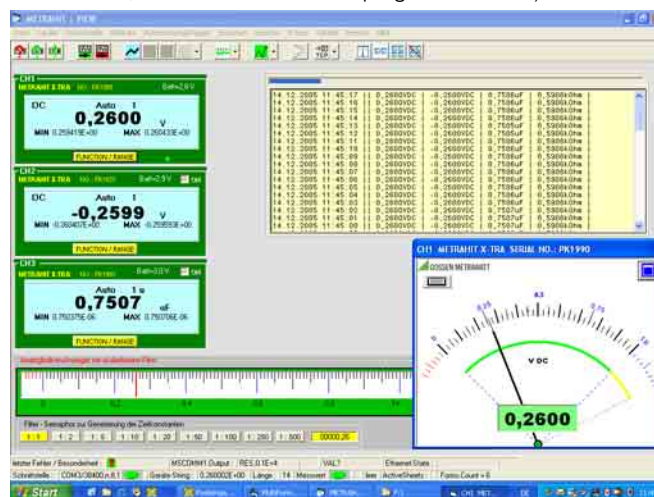

Figure 1: Représentation à 3 canaux avec tableau et vue du mécanisme de mesure
- Affichage de la valeur mesurée, de la variable à mesurer et de la plage de mesure comme valeurs décimales numériques (simulation d'une vue de l'appareil, cf. figure 1, moitié gauche).
- Représentation graduable des mécanismes de mesure (1, 2 ou 4 mécanismes en parallèle) (cf. figure 1, en bas à droite). Chaque mécanisme peut également être représenté sur l'écran tout entier. Edition graphique du mécanisme de mesure sur une imprimante.
- Représentation et enregistrement parallèles de 4 canaux de mesure sous forme d'un tableau de données mémorisable, cf. figure 1 en haut à droite (date et moment de la mesure, valeur mesurée, variable à mesurer et plage de mesure).